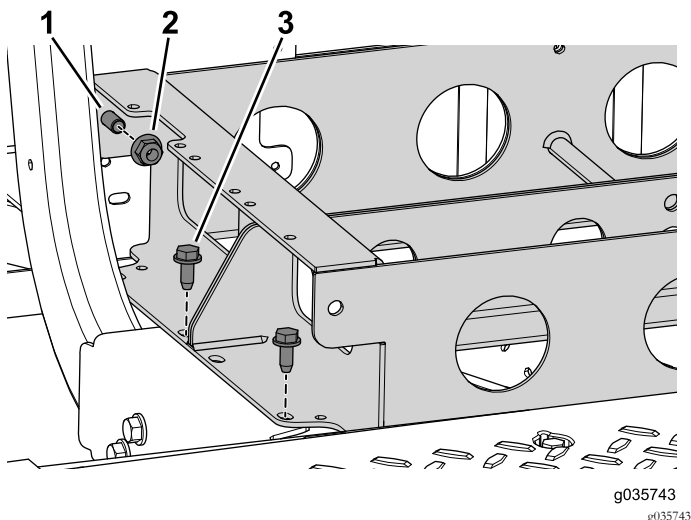

Bild 60
- Mutter (10)
- Nehmen Sie die vier Schrauben ab, mit denen das Batteriefach an der Maschine befestigt ist (Bild 60).
- Entfernen Sie die zwei Bundmuttern, jedoch nicht die zwei Schrauben, mit denen das vordere und hintere Batteriefach verbunden sind (Bild 60).